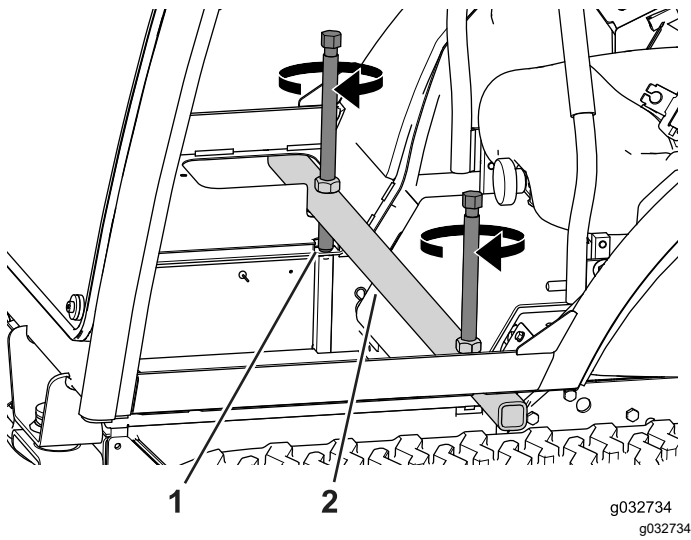

Bild 113
3. Legen Sie die Hubstange über den Kabinenrahmen (Bild 113).
4. Drehen Sie die Hubschrauben abwechselnd um ein paar Umdrehungen, bis die Kabine sich nach vorne dreht (**Bild 113**).